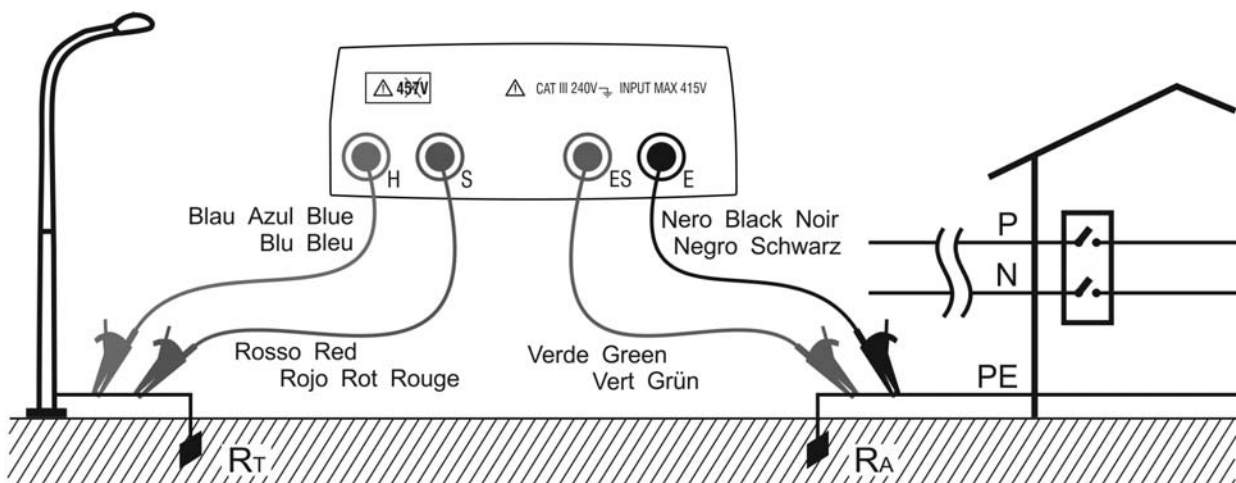

Abb. 4: Erdungswiderstandsmessung mit zwei Kabeln und mit einem Erdspieß
In Abb. 4 wird ein Lampenpfosten als Erdspieß verwendet. Es kann aber auch jeder in den Boden gesteckte Metallgegenstand verwendet werden, solange die oben genannten Bedingungen erfüllt sind.
Das Gerät zeigt die Summe der Werte $R_A + R_T$ als Ergebnis an (siehe Abb. 4 und Abb. 5). Daher liegt der Messwert umso näher an R_A (Erwartungswert), je vernachlässigbarer der Wert R_T des Erdspießes im Vergleich zu R_A selbst ist. Zusätzlich wird die Messung "zur Sicherheit" um R_T erhöht, d.h. wenn $R_A + R_T$ insgesamt mit Schutzleitern abgestimmt sind, gilt dies für R_A allein umso mehr
6. Schließen Sie die Krokodilklemmen an die Erdspeie und an die zu testende Installation an (siehe Abb. 4 und Abb. 5)